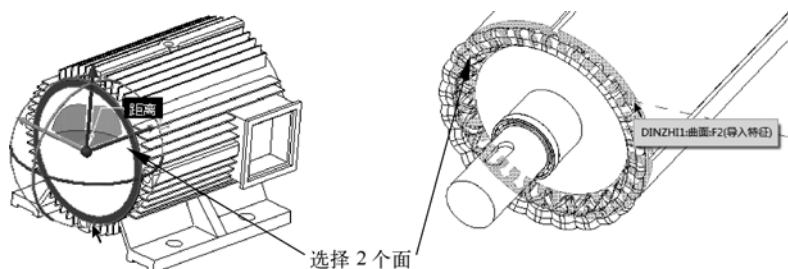

图 7-67 重合约束
- 打开“装配”操控板, 在约束中选择“重合”选项, 然后选择零件上的如图 7-67 所示的表面, 再选择装配体的表面进行约束。